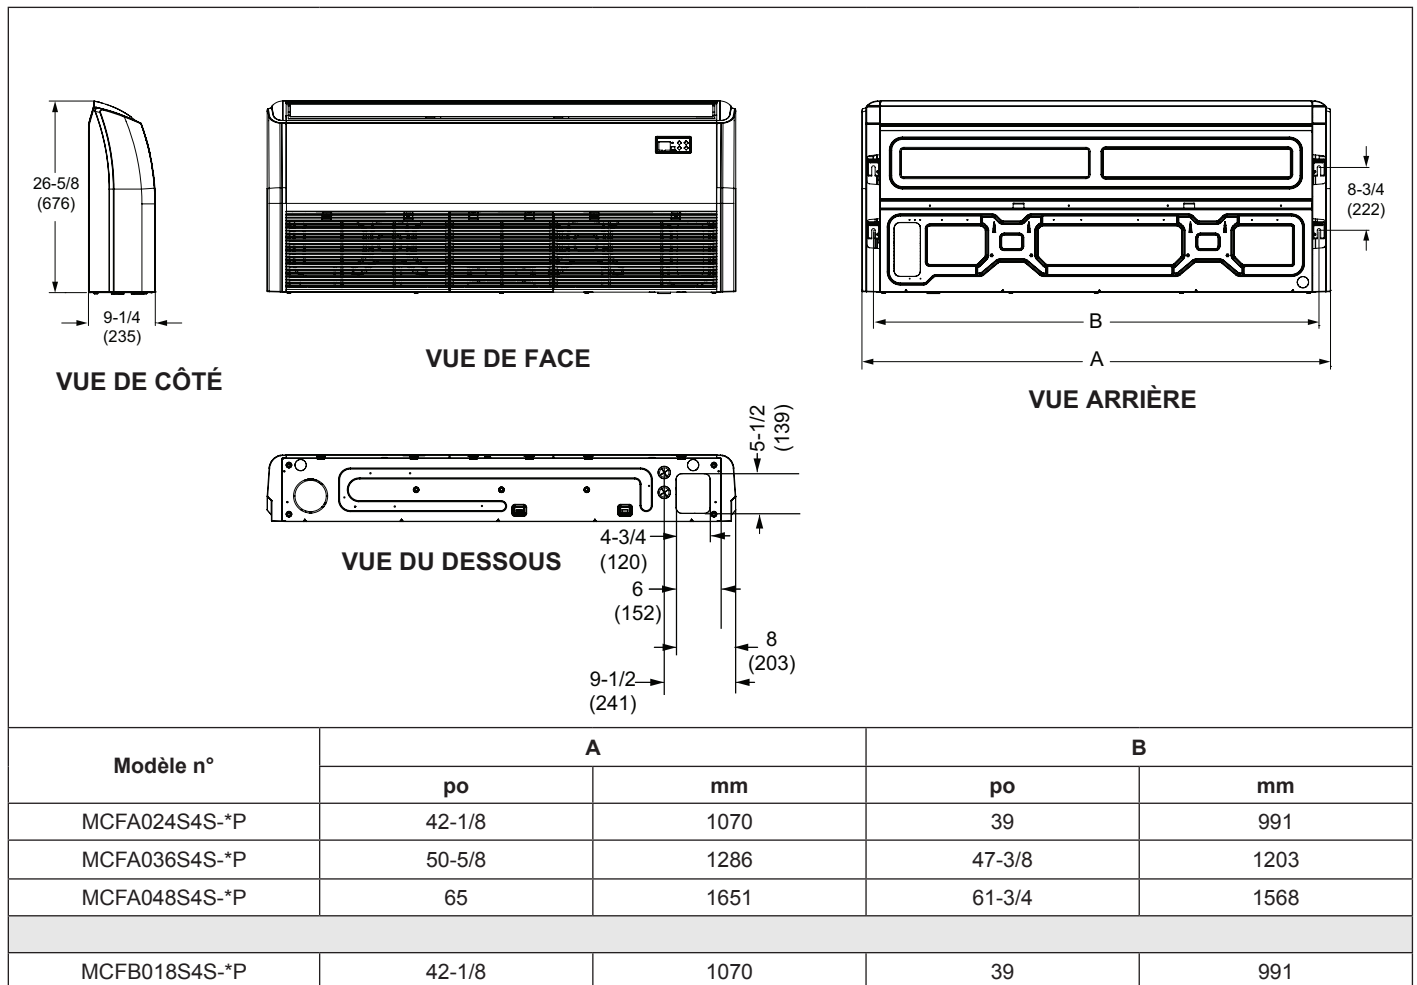

Figure 4. Dimensions des unités intérieures MCFA et MCFB - pouces (mm)
2. Installer quatre boulons de fixation (appropriés pour l'application) sur le mur. Voir la «Figure 4. Dimensions des unités intérieures MCFA et MCFB - pouces (mm)» à la page 6 pour assurer le positionnement correct des boulons.